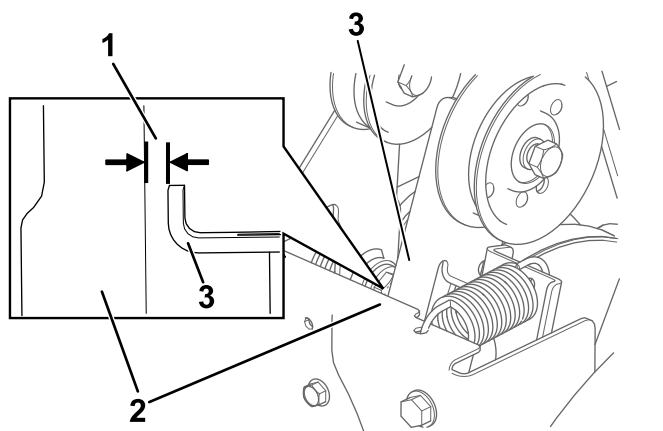

Figura 31
3. Con la palanca del sinfín/impulsor desengranada, compruebe que la distancia entre el brazo del embrague del sinfín y el bastidor de la máquina es de 1.5 mm (1/16"), como se muestra en la Figura 31.